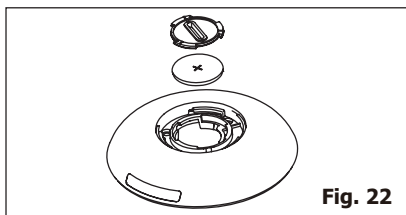

Fig. 22
- 3.** Procédez de la même manière pour ouvrir le couvercle de protection intérieur et retirez la pile (Fig.22).